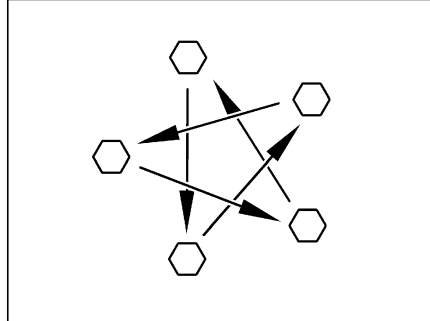

Fig. 172 Serrer en croix les écrous ou les boulons de roue
- Vérifier régulièrement le serrage des écrous ou des boulons de roues. Resserrer alternativement et en croix (Fig. 172) tous les écrous ou les boulons de roue 50 km après le changement d'une roue. Couple de serrage, voir paragraphe 15.5.2.
- ▶ Serrer en croix les écrous ou les boulons de roue (Fig. 172).